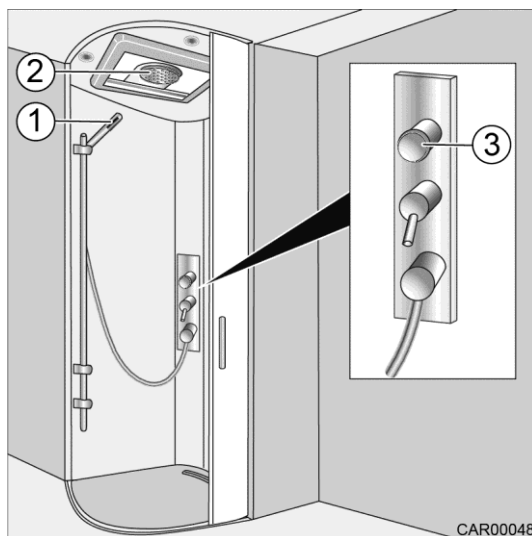

Fig. 168 Colonne de douche, bouton de commutation
Choisir le mode Douche pluie (Fig. 168/2) :
1. Tourner le bouton de commutation (Fig. 168/3) dans le sens anti-horaire.
Choisir le mode Douchette (Fig. 168/1) :
1. Tourner le bouton de commutation (Fig. 168/3) dans le sens horaire.